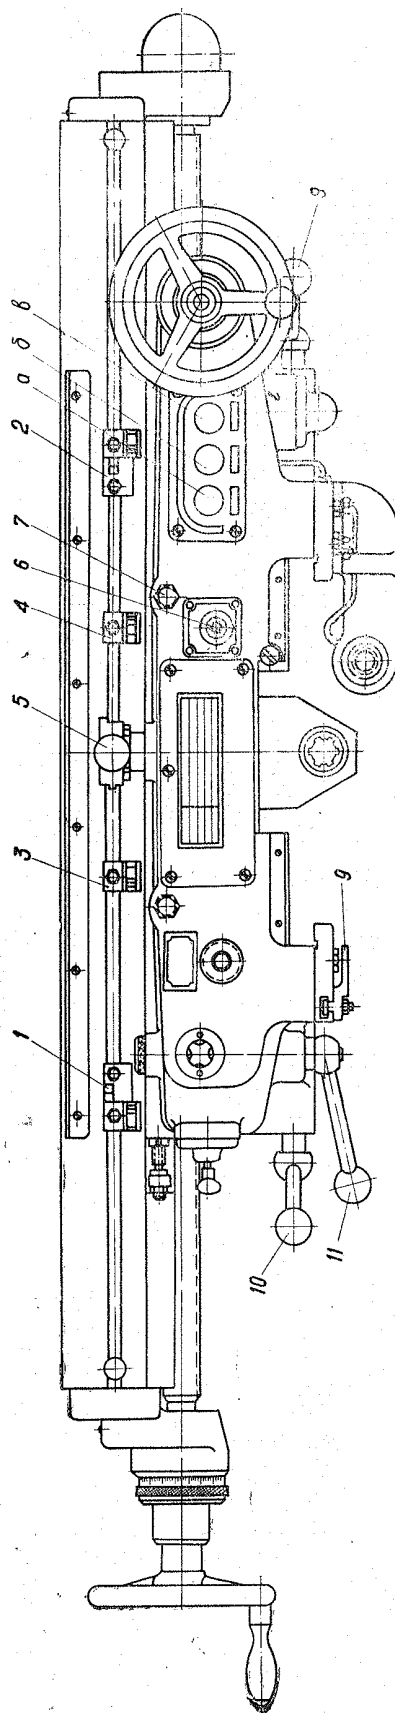

Рис. 45. Общий вид стола и салазок
Включение продольного хода стола осуществляется рукояткой 5, имеющей три положения: «ход вправо», «подача влево» и «стоп» (рис. 45).
На передней плоскости салазок, с правой стороны, расположена кнопочная станция (см. рис. 45), на которой находятся кнопки «Шпиндель» (6), «Быстро» (а) и «Стоп» (в). Кнопкой «Стоп» останавливаются все движения в станке.